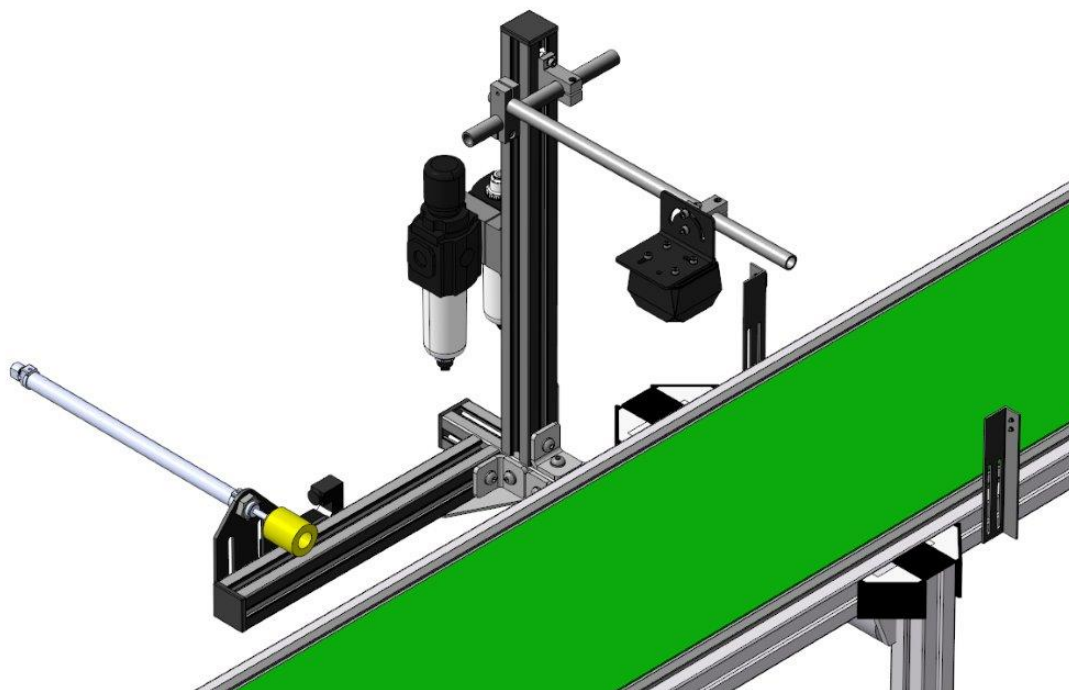

Рис. 5.1. Общий вид системы отбраковки
- соберите систему на кронштейне, предварительно смонтированном на конвейере (см рис. 5.1);